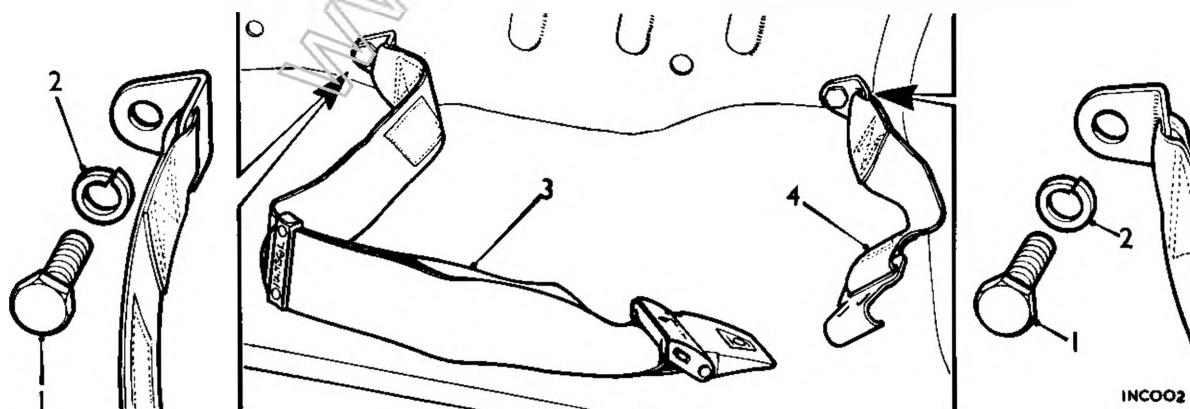

Fig. Rb.16
- (2) Svitare le viti di fissaggio degli ancoraggi delle cinture (1) e rimuovere le rosette elastiche (2, Fig. Rb.16)
deve essere collocato nell'ancoraggio più vicino alla linea mediana della vettura (Fig. Rb.16).
- (4) Collocare sotto le viti di fissaggio di ciascun ancoraggio una rosetta elastica. Allineare gli ancoraggi delle cinture come illustrato nella Figura Rb.16 e serrare le viti di fissaggio alla coppia di 3,5 kgm.